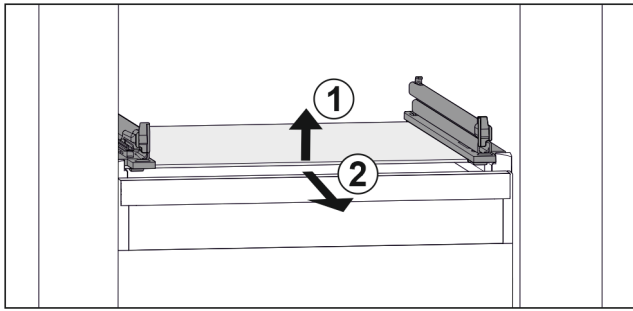

Fig. 94 Rappresentazione esemplificativa del ripiano in vetro
- ▶ Sollevare il ripiano in vetro dal davanti. Fig. 94 (1)
- ▶ Rimuovere il ripiano in vetro tirando in avanti. Fig. 94 (2)